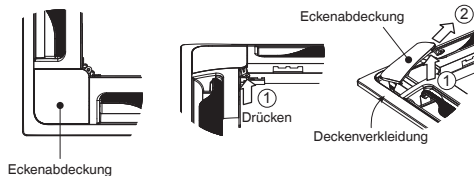

Abb. 7-17
- (2) Abnehmen der Eckenabdeckung
- a) Die Eckenschrauben herausdrehen und die Verriegelungen in Pfeilrichtung ① verschieben, um die Scharniere abzutrennen (3 Stellen). Das Luftpfeinlassgitter nun in Pfeilrichtung ② abnehmen. (Abb. 7-17)